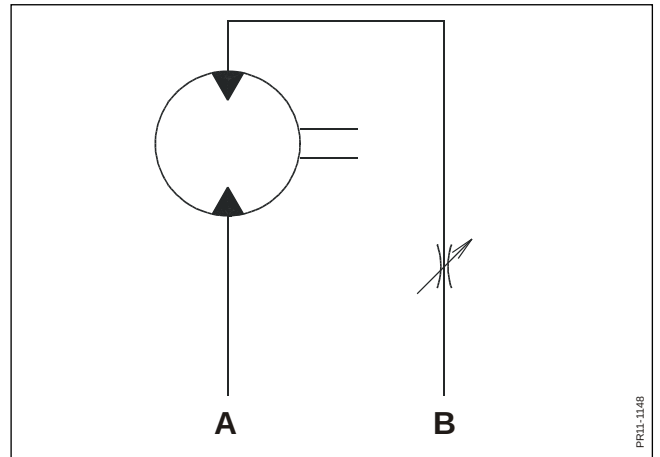

Fig. 12.6
- Fig. 12.6** Diagram for hydraulikmotor som anvendes til drift af remme eller bånd på elevator eller tværaflæsser.